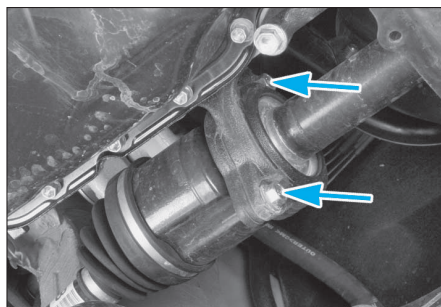

FIG. 3
- Déposer le support de palier intermédiaire (fig. 3).
Transmission droite avec moteur 136 VVT-i, reposer le support de palier intermédiaire (fig. 3).